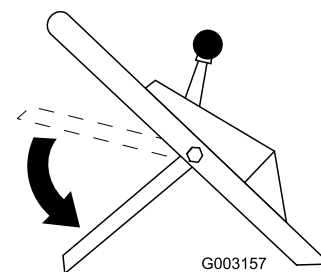

Figure 17
8. Placez la barre de commande à la position la plus basse (Figure 17).